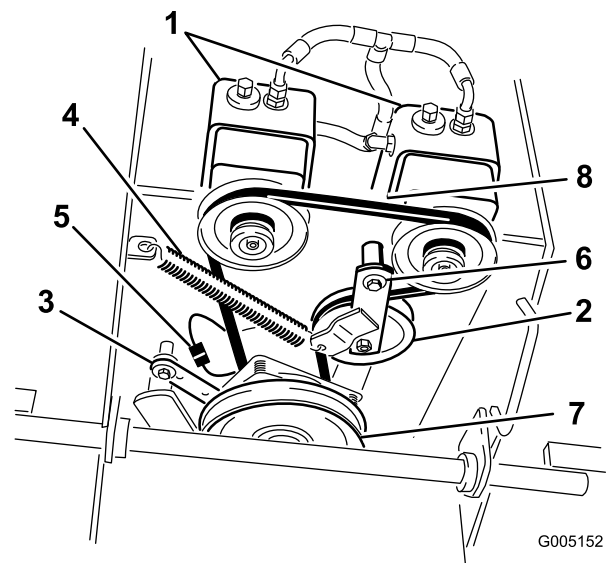

Figura 41
6. Scollegate il fermo frizione dalla scocca del motore (Figura 41).
7. Sganciate la molla di tensione dal telaio (Figura 41).
9. Montate la molla di tensione tra il braccio di rinvio e la staffa del telaio (Figura 41).
10. Montate il fermo frizione sulla scocca del motore (Figura 41).